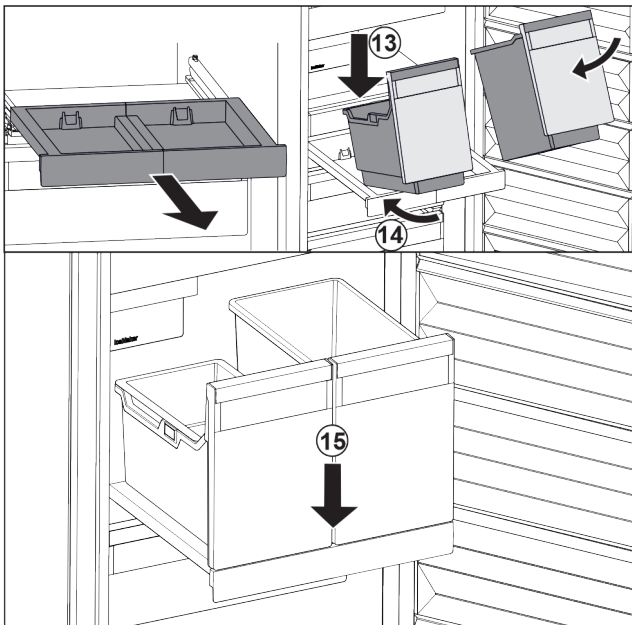

Fig. 175
- Placer les bacs sur le compartiment coulissant en les inclinant. *Fig. 175 (13)*
- Pousser les bacs jusqu'au fond en les inclinant. *Fig. 175 (14)*
- Déposer les bacs par l'avant. *Fig. 175 (15)*